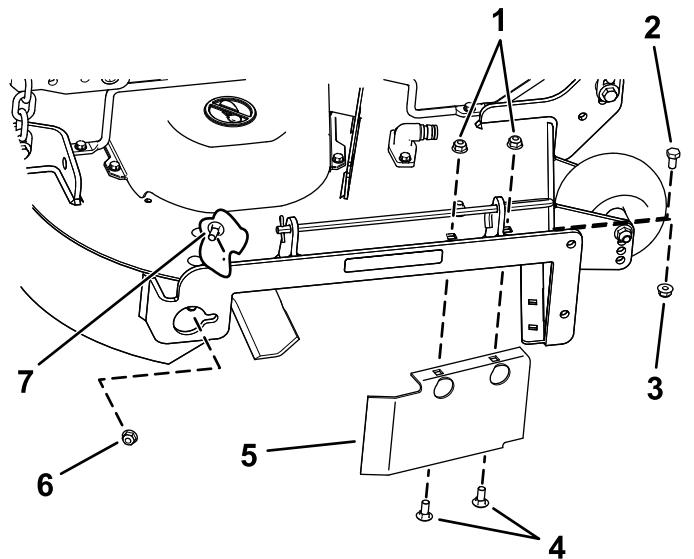

Figura 18
8. Retire el perno de cuello cuadrado (5/16" x 3/4") y la contratuerca (5/16"), situados en la pared trasera de la carcasa de corte, que sujetan el deflector a la carcasa (Figura 18).
9. Localice el protector del deflector en el borde delantero del orificio de descarga lateral (Figura 18).
10. Retire las fijaciones que sujetan el protector del deflector y el deflector derecho a la carcasa del cortacésped (Figura 18).
13. Instale las fijaciones retiradas anteriormente en los taladros delanteros de la placa de descarga y en el taladro delantero de la carcasa (Figura 18).